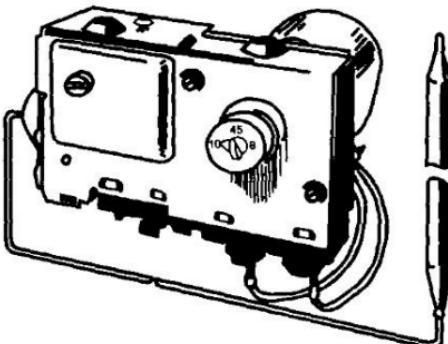
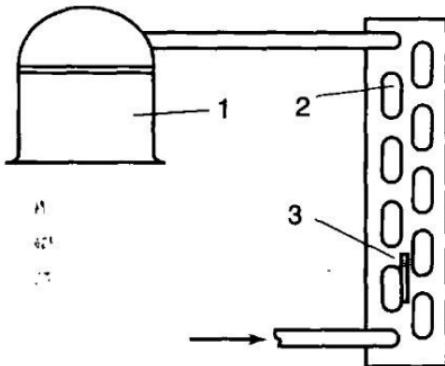

Рис. 99. Двухпозиционное реле оттаивания
Рис. 100. Установка термобаллона реле оттаивания:
37.2. Реле оттаивания используют для удаления льда или инея с наружного испарителя теплового насоса, работающего в режиме нагрева. Наибольшее распространение получило двухпозиционное реле времени и температуры (рис. 99). При включении цикла оттаивания, с помощью реле переключается реверсивный вентиль и останавливается электродвигатель наружного вентилятора. Реле времени, электродвигатель которого включен только при работе компрессора, может быть отрегулировано на включение цикла оттаивания продолжительностью 30, 60 и 90 мин. Термобаллон реле температуры закрепляют на калаче испарителя (рис. 100) и изолируют от воздействия окружающего воздуха. Цикл оттаивания заканчивается при срабатывании реле, когда температура наружного испарителя